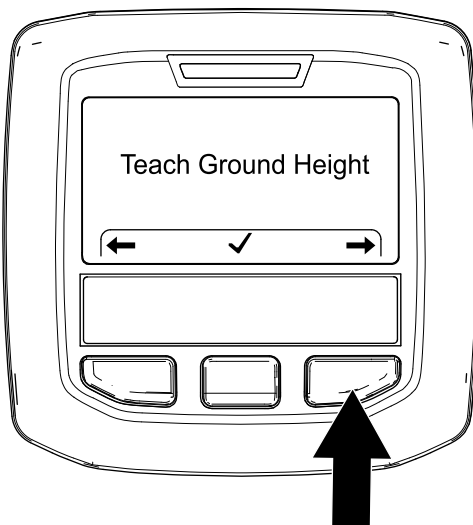

Figura 46
- Apăsai butonul InfoCenter din dreapta de două ori pentru a afia ecranul Calibrating the Tine Ground Height (Calibrare înălțime la sol dințe) (Figura 46).